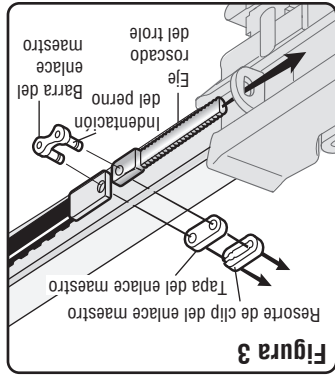

Figura 3
4. Compruebe que la correa no esté torcida. Conecte el eje roscado del trole al enlace maestro (Figura 3).